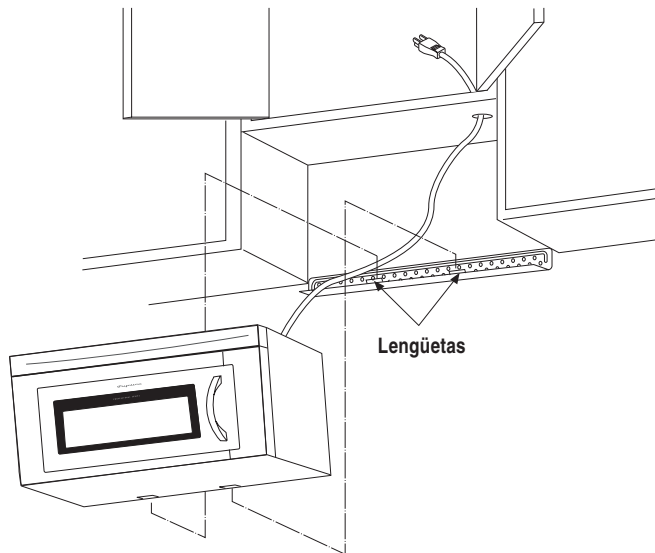

Figura 18
2. Instale el horno inclinándolo hacia delante y deslizando sobre las lengüetas de la placa de montaje. Gire el horno arriba tan descansa contra la pared. Vea la Figura 18 de la página 7.